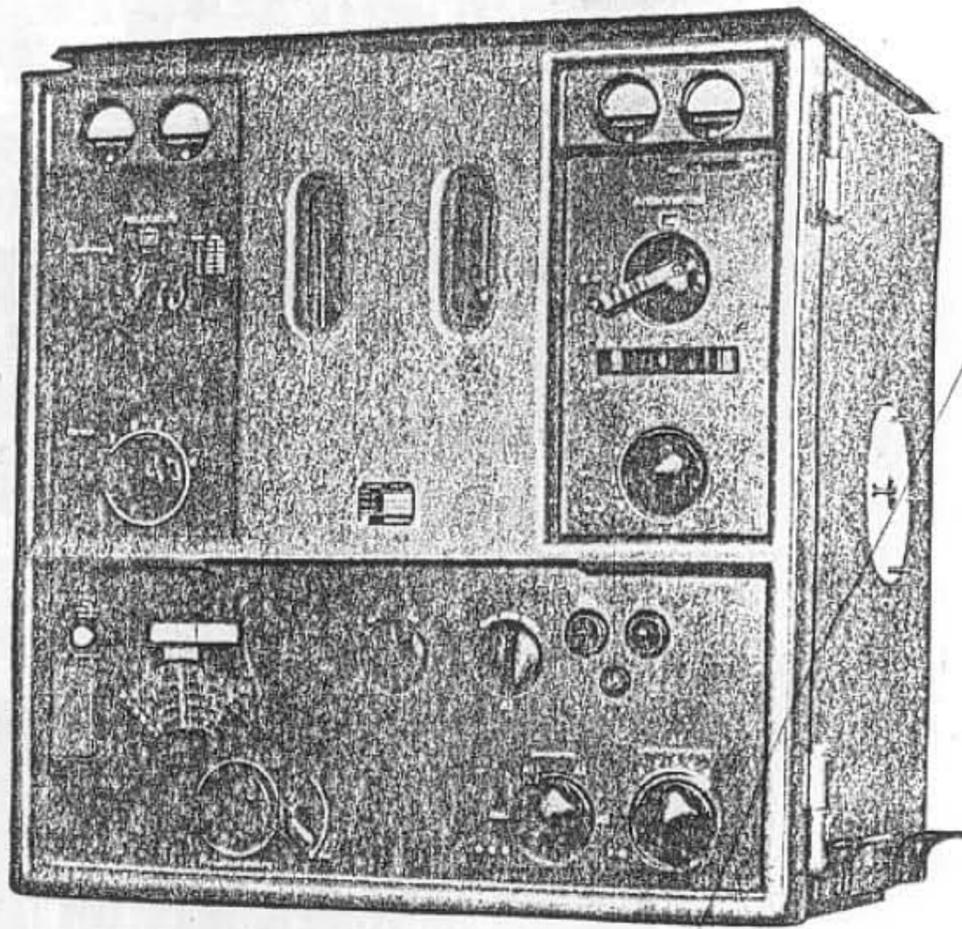

Abb. 1. Sender AS 60 mit Netzgleichrichter AK 1105
1. Aufbau des Gerätes (Abb. 1, 2 und 5)
(Abb. 1 und Anlage 4)